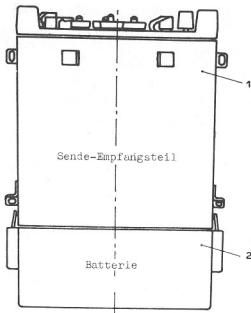

Bild 3
Das Sende-Empfangsteil (1) ist senkrecht (ohne Verkanten) auf die Batterie (2) aufzusetzen und durch die beiden Spannverschlüsse zu befestigen (Bild 3). Anschließend empfiehlt sich eine Batteriespannungskontrolle gemäß Abschnitt 6.11. Das gilt auch für fabrikneue Geräte. Der Stecker des Mikrotelephons (Bild 4) wird auf die Anschlußbuchse (3) aufgesetzt und unter leichtem Andruck gedreht, bis ein Einrasten zu spüren ist. Danach ist der Rändelring aus Plaste durch Rechtsdrehen festzuziehen. Das Mikrotelefon wird nun auf die Halterung (4) aufgesteckt und nach Art eines Bajonettverschlusses verriegelt (eine Vierteldrehung nach rechts, beim späteren Lösen Mikrotelefon nach unten drücken). An die Buchse (3) kann auch ein Sprechgeschirr angeschlossen werden, wenn es die Einsatzart erfordert.